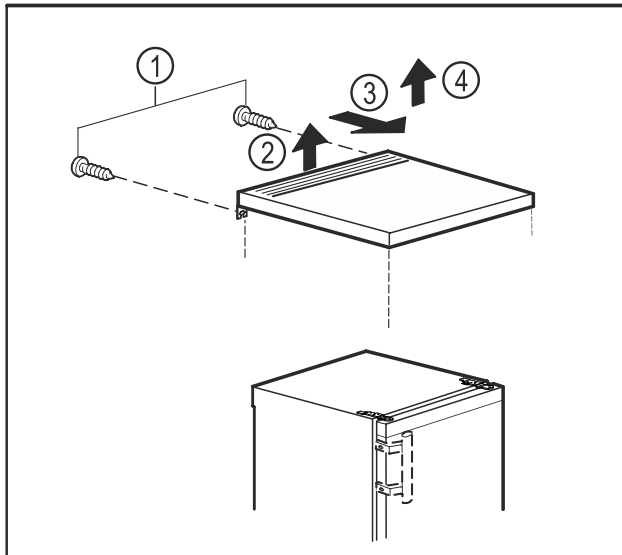

Fig. 9
- ▶ Retirer les vis à l'arrière. Fig. 9 (1)
- ▶ Soulever le plateau de la table à l'arrière. Fig. 9 (2)
- ▶ Pousser le plateau de la table vers l'avant. Fig. 9 (3)
- ▶ Retirer le plateau de table par le haut. Fig. 9 (4)